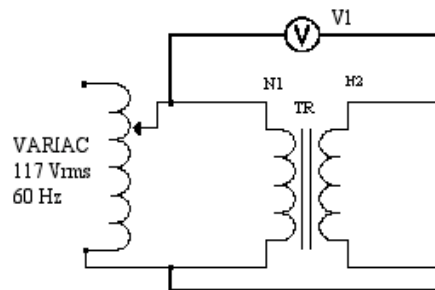

Figura 10.2. Circuito para obtener las marcas de polaridad del transformador
14.- Para obtener las marcas de polaridad de los arrollados primario y secundario del transformador, monte el circuito de la figura 10.2.